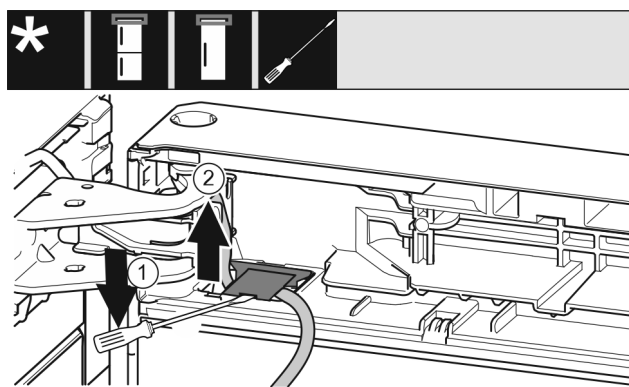

Fig. 21
- Con el destornillador para tornillos de cabeza ranurada, elevar la cubierta y extraerla. Fig. 21 (1)
- Extraer el cable. Fig. 21 (2)